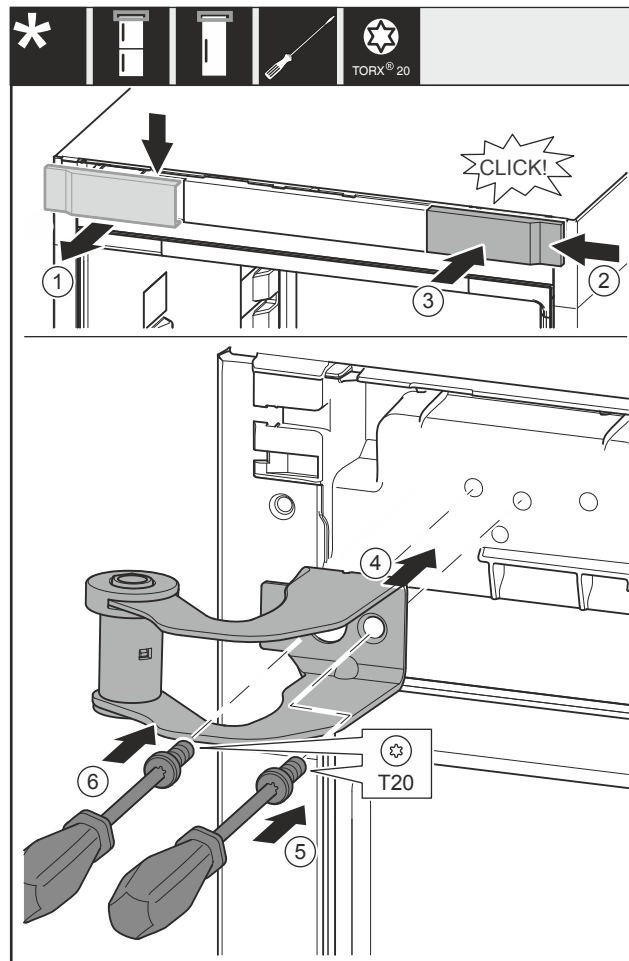

Fig. 15
- Rimuovere la copertura Fig. 15 (1) dall'alto in avanti.
- Agganciare da destra la copertura Fig. 15 (2) ruotata di 180° sull'altro lato.
- Innestare la copertura Fig. 15 (3).
- Applicare la staffa di supporto superiore Fig. 15 (4).
- Stringere la vite Fig. 15 (5).
- Stringere la vite Fig. 15 (6).